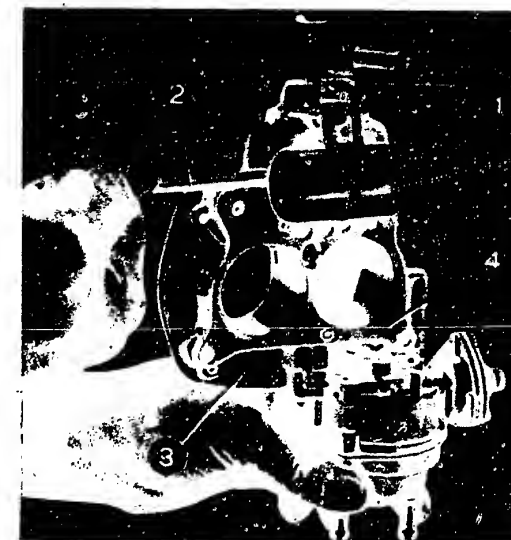

Bild 25 Weber-Vergaser: Prüfen des Schwimmerstandes bei senkrecht gehaltenem Vergaserdeckel (3) und aufgelegter Dichtung (4) mit der Lehre (2).
a) Der **Schwimmerstand** wird bei senkrecht gehaltenem Vergaserdeckel und aufgelegter Dichtung kontrolliert (Bild 25).